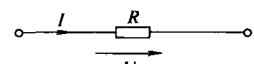

图 1-2 欧姆定律
电路如图 1-2 所示。
式 (1-1) 与图 1-2 表示的欧姆定律系稳态直流电路的情形。
(1) 使用欧姆定律进行计算时，必须注意电压与电流的参考方向，即式 (1-1) 是在电压与电流为关联方向（见图 1-2）时才成立。否则，若电压与电流方向相反，则在欧姆定律表达式的左边或右边须加上负号。仍以直流电路为例，则为